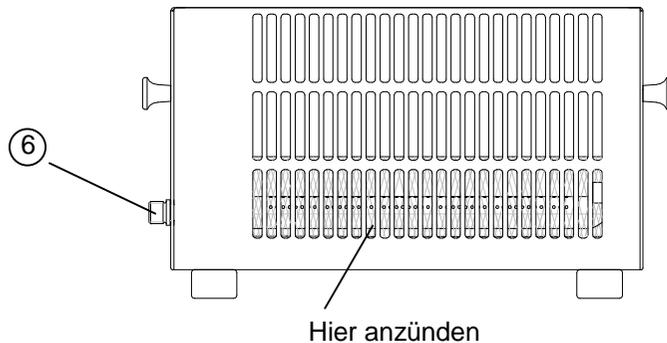

Abb. 2
Das Öffnen und Schließen des Gerätes kann nur durch Betätigen des Flaschenventils (3) erfolgen (s. Abb. 1). Nach dem Öffnen des Flaschenventils (3) sofort das ausströmende Gas am Rohrbrenner mit einer offenen Flamme (z. B. Kaminzündholz) von vorn durch die unteren Schlitze am Frontblech zünden (s. Abb. 2).
1. Flaschenventil (3) öffnen.
3. Jetzt sofort das ausströmende Gas am Rohrbrenner (s. Abb. 2) mit einer offenen Flamme (z. B. Kaminzündholz) zünden.